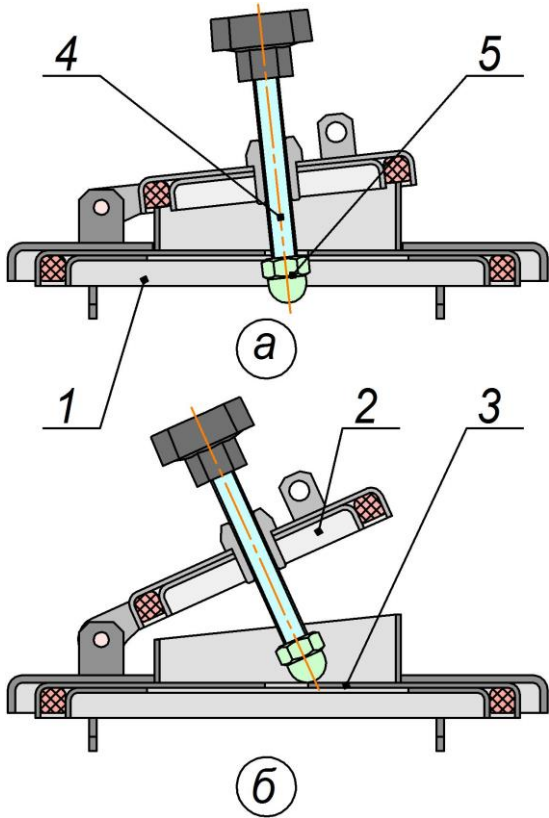

Рис.6. Монтаж гвинта регулюючого:
6.7.4. Монтаж гвинта регулюючого с ковпачковою гайкою (для котлів моделі “Данко-18ТНЕ”). Монтаж проводиться у відповідності з рис.6. При роботі котла в режимі довготривалого горіння, з ввімкненим контролером і вентилятором (рис.6а) гвинт 4 вкручується в заслінку 2 і далі крізь отвір в опорній пластині 3, після чого нагвинчується гайка 5. При подальшому викручуванні гвинта заслінка 2 притискається до каналу в дверцятах 1, ущільнюючи з’єднання. **Під час роботи котла в такому режимі заслінка повинна залишатись ЗАКРИТОЮ.** При роботі котла в звичайному режимі, коли вентилятор і контролер не під’єднані до електромережі і не ввімкнені (рис.6б), гвинт 4 вкручується в заслінку 2, далі на нього нагвинчується гайка 5. При вкручуванні/викручуванні гвинт 4 ковзає по опорній пластині 3 поверхнею гайки 5, в результаті чого, заслінка 2 відкривається/закривається на потрібний кут.
9.2.2.5. Температуру теплоносія в котлі потрібно підтримувати залежно від температури в приміщенні, що опалюється. Для цього необхідно змінити кут відкриття шиберу і повітряної заслінки (рис.2, рис.6). Орієнтовні кути відкривання повітряної заслінки в залежності від температури приведено в таблиці 5 :